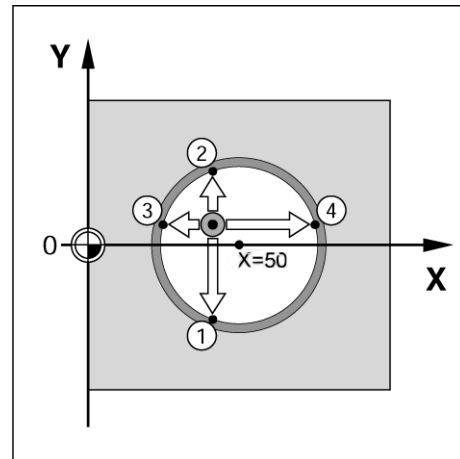

fig. I.35 Initialiser le centre d'un trou comme point d'origine
**Exemple:Palper le centre d'un trou avec le palpeur d'arêtes et initialiser ce centre comme point d'origine (à 50 mm du centre du cercle).** Cf. fig. I.35 & fig. I.36.